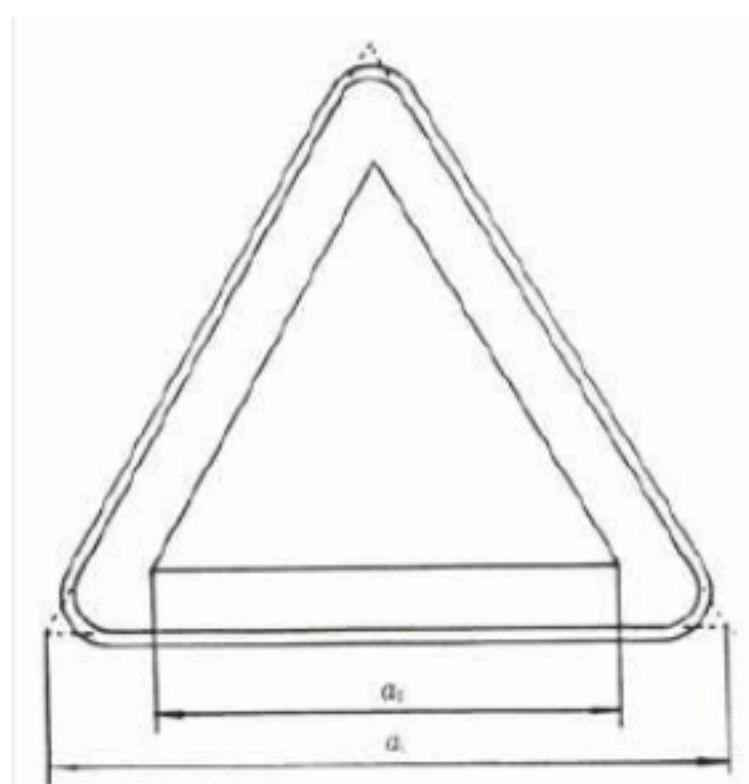

图 2 警告标志的基本型式
4.2.1 警告标志的基本型式是正三角形边框，如图 2 所示。